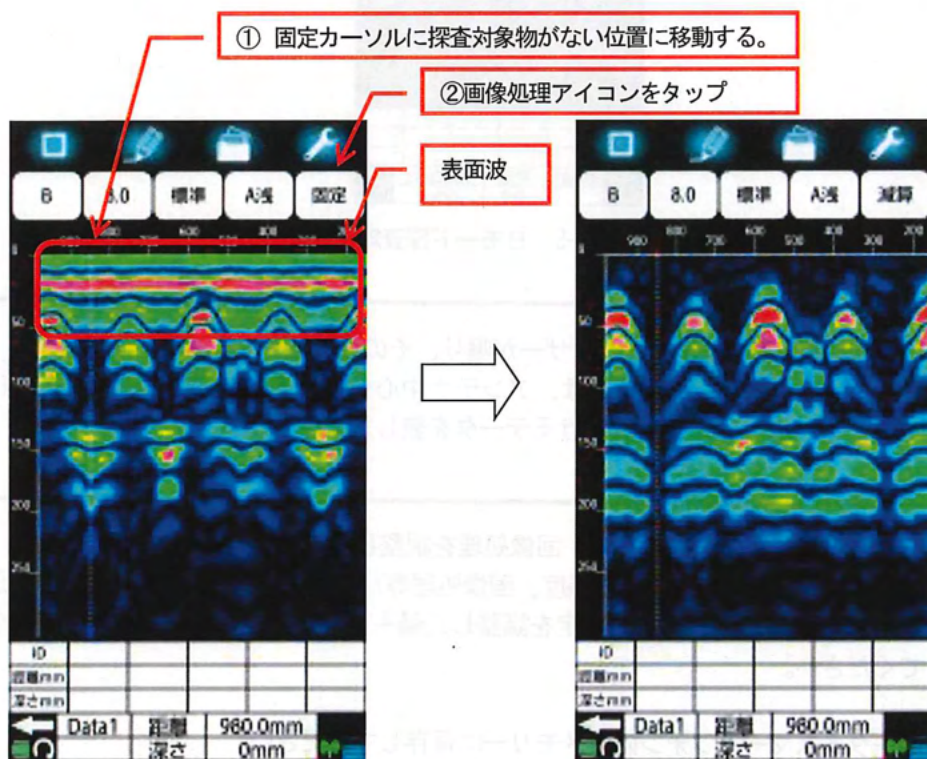

図 3-4 Bモード探査結果 (探査中)
- (6) 必要に応じて、リアルタイムマニュアル減算処理を行ってください。
- リアルタイムマニュアル表面波処理は、固定カーソルに探査対象物が無い位置に本装置を移動し、画像処理アイコン(4.1⑤参照)をタップします。(図 3-4参照)